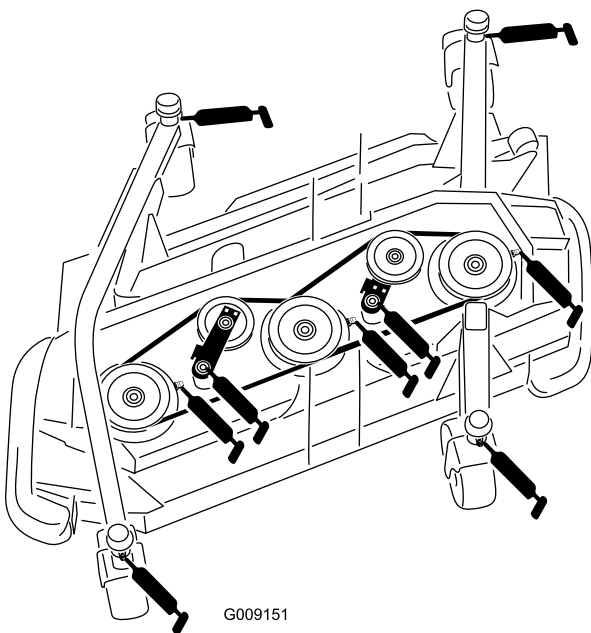

Figure 74
- 4 bague d'axe de chape de roue pivotante (Figure 74)
- 3 paliers d'axes de pivot (sur le logement d'axe), comme montré à la Figure 74
- 2 bagues de pivot de bras de tension (sur l'axe de pivot de poulie de tension), comme montré à la Figure 74